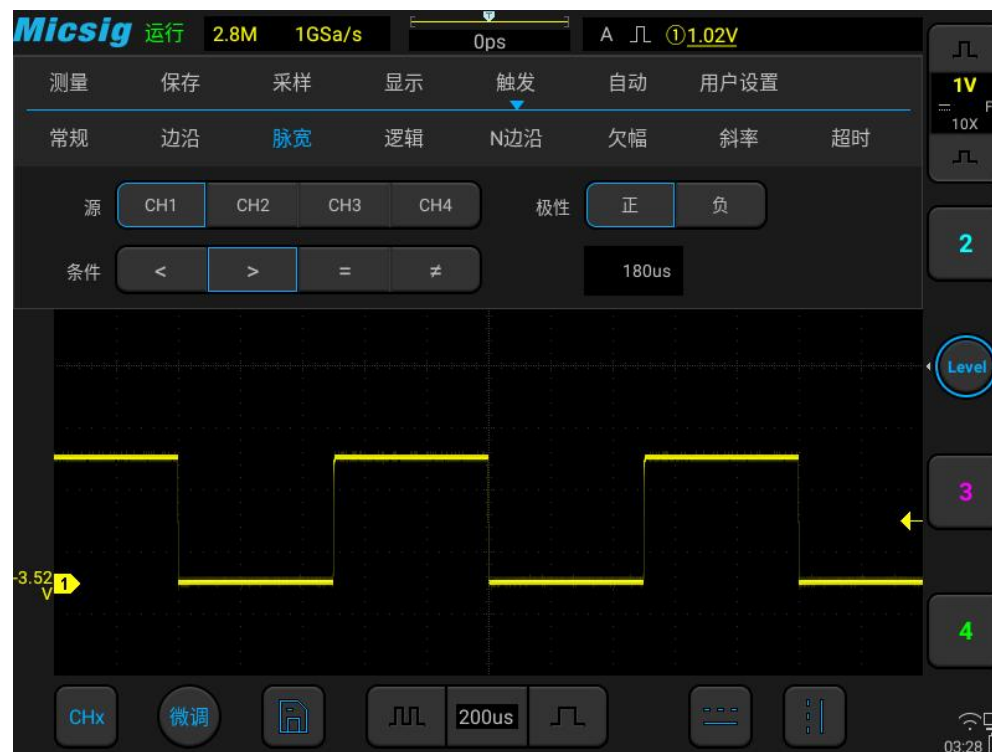

图 6-14 脉冲宽度触发设置菜单
- 1) 打开触发菜单，轻点“触发”打开触发菜单，在触发类型中选择脉宽触发，对脉宽触发进行如下设置，见图6-14：
所选脉冲极性图标显示在显示屏的右上角。正脉冲高于当前触发电平（ ① 1.00V 通道 1 正极性脉冲指示图标），负脉冲低于当前触发电平（ ① 1.00V 通道 1 负极性脉冲指示图标）。当在正极性脉冲上触发时，如果限制条件为真，触发将在脉冲从高到低的翻转上发生；当在负极性脉冲上触发时，如果限制条件为真，触发将在脉冲从低到高的翻转上发生。（图 6-14 负极性脉冲电平翻转）